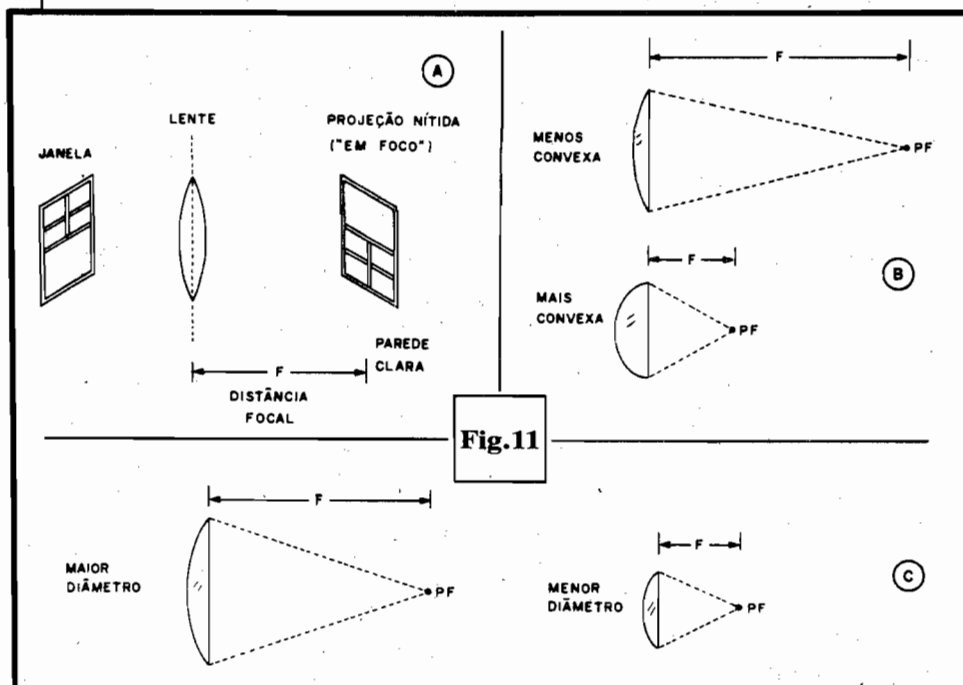

Fig.11
- **FIG. 11 - A TAL DE "DISTÂNCIA FOCAL"**... - O melhor rendimento de concentração ou focalização das lentes, está fisicamente posicionado num ponto perpendicular ao seu centro, e afas-
de eficiência... Ainda na fig. 11, apenas para elucidar alguns pontos práticos, mostramos algumas recomendações quanto à distância focal de lentes de convexidade e tamanho diversos... Conforme vemos em 11-B, se duas lentes tiverem o mesmo diâmetro, aquela menos convexa apresentará uma distância focal maior... Já em lentes com a mesma aparente "convexidade", (11-C) a de maior diâmetro terá, normalmente, uma distância focal também maior... Como em qualquer caso o LED infra-vermelho ou foto sensor devem ficar tão próximos quanto possível do chamado Ponto Focal (PF, nas figs. 11-B e 11-C), tais fatores devem ser considerados quando da aquisição ou obtenção das lentes... Atualmente, até em